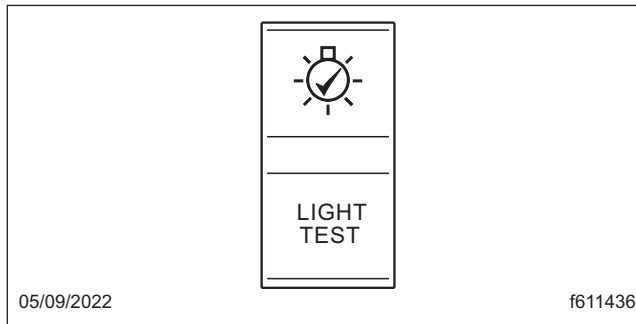

Figura 11.7, Interruptor de prueba de luces previaje
11. Compruebe el funcionamiento de todas las luces exteriores manualmente o, si está equipado, usando el interruptor LIGHT TEST (Prueba de luces) del tablero de instrumentos. Vea la Figura 11.7.